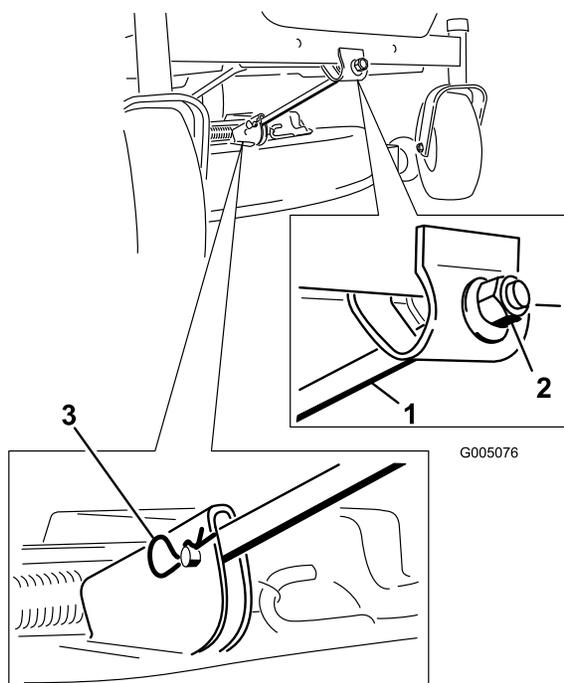

Figura 46
4. Retire el pasador y la chaveta de la varilla de soporte delantera (Figura 46). Baje cuidadosamente la parte delantera de la plataforma del cortacésped al suelo.
6. Conecte la varilla de soporte delantera a la plataforma del cortacésped con el pasador y la chaveta (Figura 46).